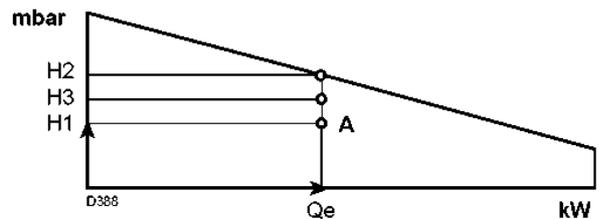

Рис. 40
Точка А должна оставаться в пределах рабочего диапазона (Рис. 40)
- Проведите через точку А вертикальную линию, рисунок 40, и найдите максимальное давление H2 в рабочем диапазоне.